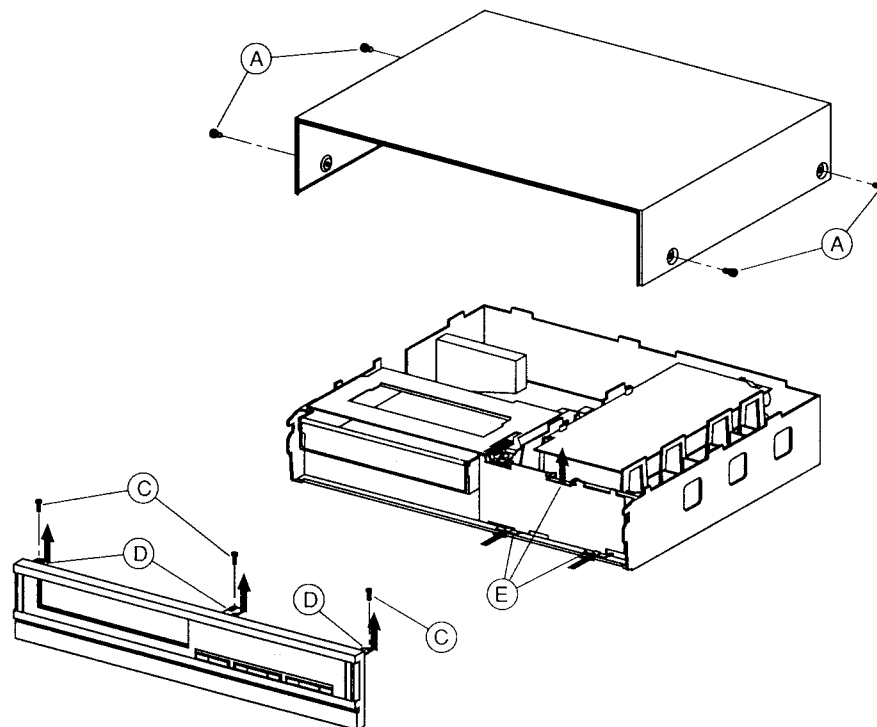

Fig. 1
- 4 Schrauben (A) herausdrehen (Fig. 1).
- 3 Schrauben (C) herausdrehen, Rasthaken (D) lösen, Frontblende nach vorne wegklappen (Fig. 1).
- Remove 4 screws (A) (Fig. 1)
- Remove 3 screws (C), release locking catches (D) hinge the front panel away from the front (Fig. 1).
- Rastnase (E) lösen (Fig. 1).
- Release the locking catch (E) (Fig. 1).